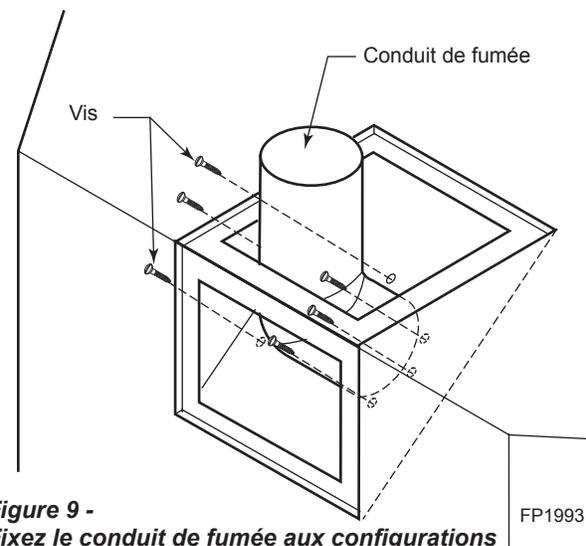

Figure 9 - Fixez le conduit de fumée aux configurations de cheminée d'aération supérieure
5. Remplacez le conduit de fumée sur la partie supérieure du caisson. Assurez-vous que le joint d'étanchéité soit bien en place et en bon état. Fixez à l'aide de six (6) vis. *Figure 9*